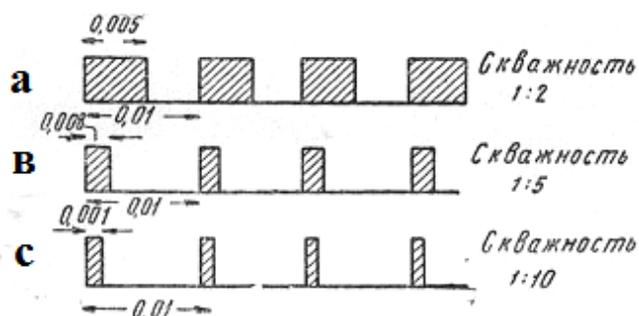

Рис. 2.
- На рис. 2с изображены прямоугольные импульсы со скважностью, равной $\gamma = 1 : 10$.